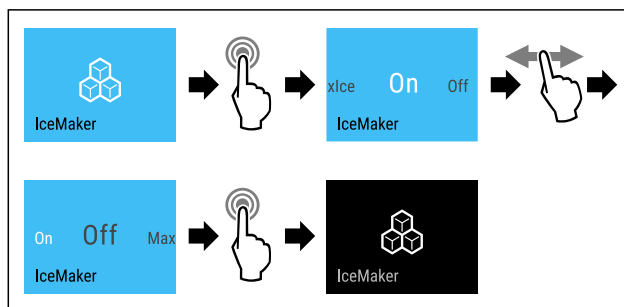

Fig. 23 Przykładowa prezentacja z aktywną funkcją IceMaker
- ▶ Wykonać czynności (patrz Fig. 23).